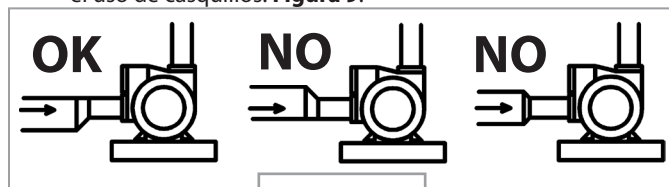
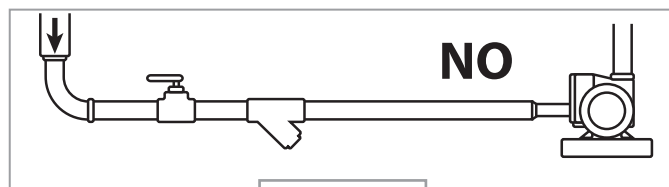

Figura 8
Figura 9
8. Utilice únicamente reductores excéntricos con el lado plano hacia arriba al cambiar el tamaño de la tubería en horizontal. **Figura 8.** Se pueden utilizar reductores concéntricos si se reduce el tamaño de la línea en vertical, y lo más cerca posible de la salida de la válvula interna. No se recomienda el uso de casquillos. **Figura 9.**